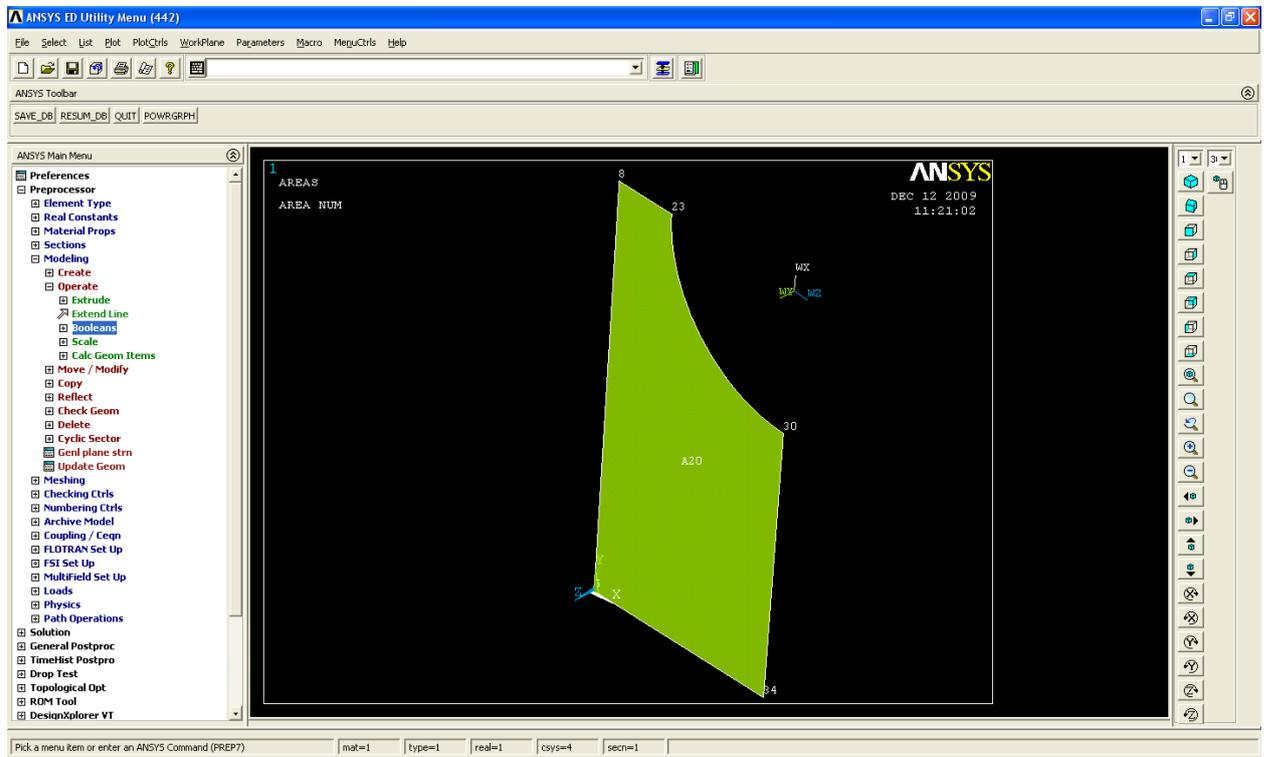

Рисунок 1.30. Построение изображение поверхности A54
2.28.7 Построить изображение только поверхности A54(рисунок 1.30):